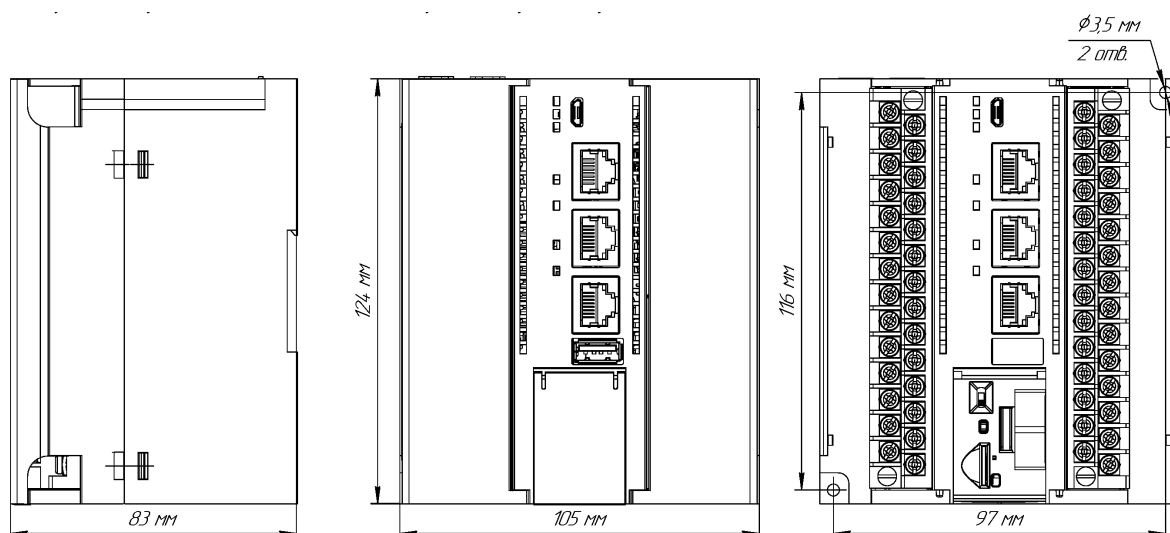

Рисунок 4.2 – Габаритные и монтажные размеры (кроме ПЛК210–4G)
1. Подготовить место для монтажа на стенке шкафа или DIN-рейке в соответствии с габаритными размерами контроллера (см. рисунок 4.2).